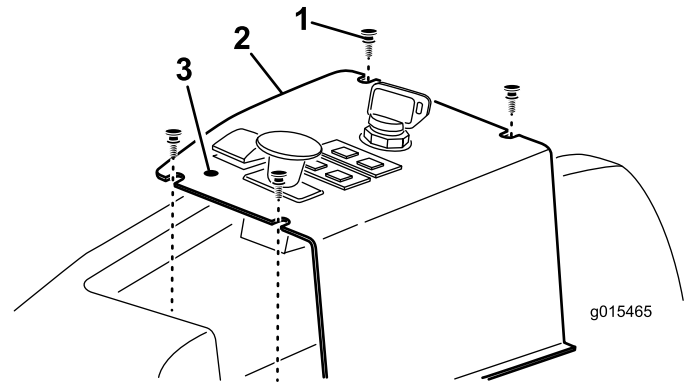

Bild 12
1. Stechen Sie vorsichtig durch das Schildmaterial am Armaturenbrett vor dem Hubschalter, um das Befestigungsloch für den Hubsperrhebel freizulegen (Bild 12).